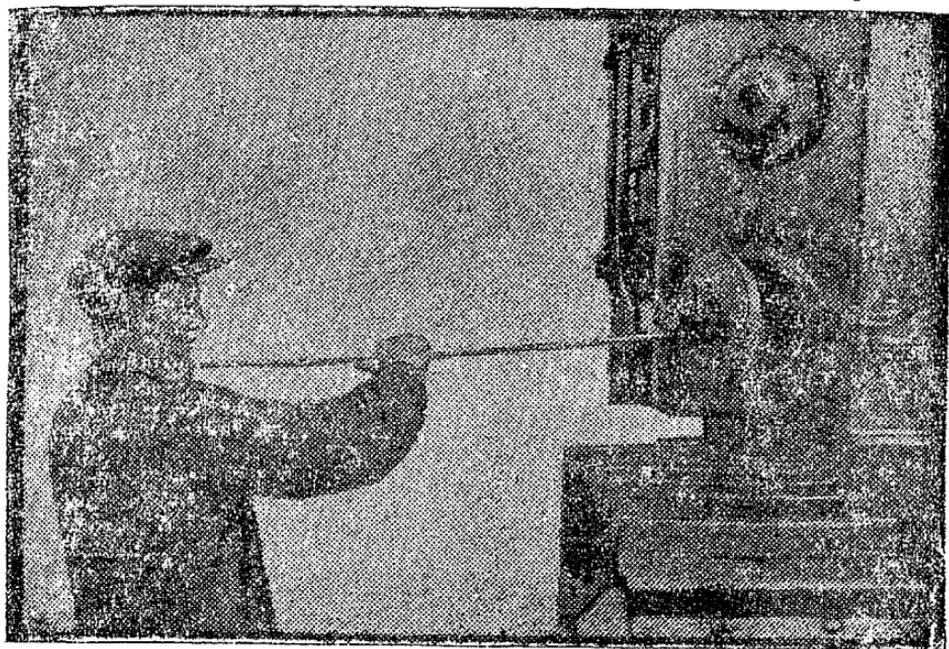

Рис. 30. Открытие зольникового люка.
9) При открытии зольникового люка необходимо открывать загрузочный люк. Не вставать против отверстия зольника и не заглядывать в зольник. Открытие крышки зольникового люка и шуровку колосниковой решетки производить только кочергой, как показано на рис. 30 и 31. В противном случае газ при выходе из зольника воспламеняется, образуется длинное пламя и выброс его вместе с частицами золы может причинить ожоги и привести к пожару.